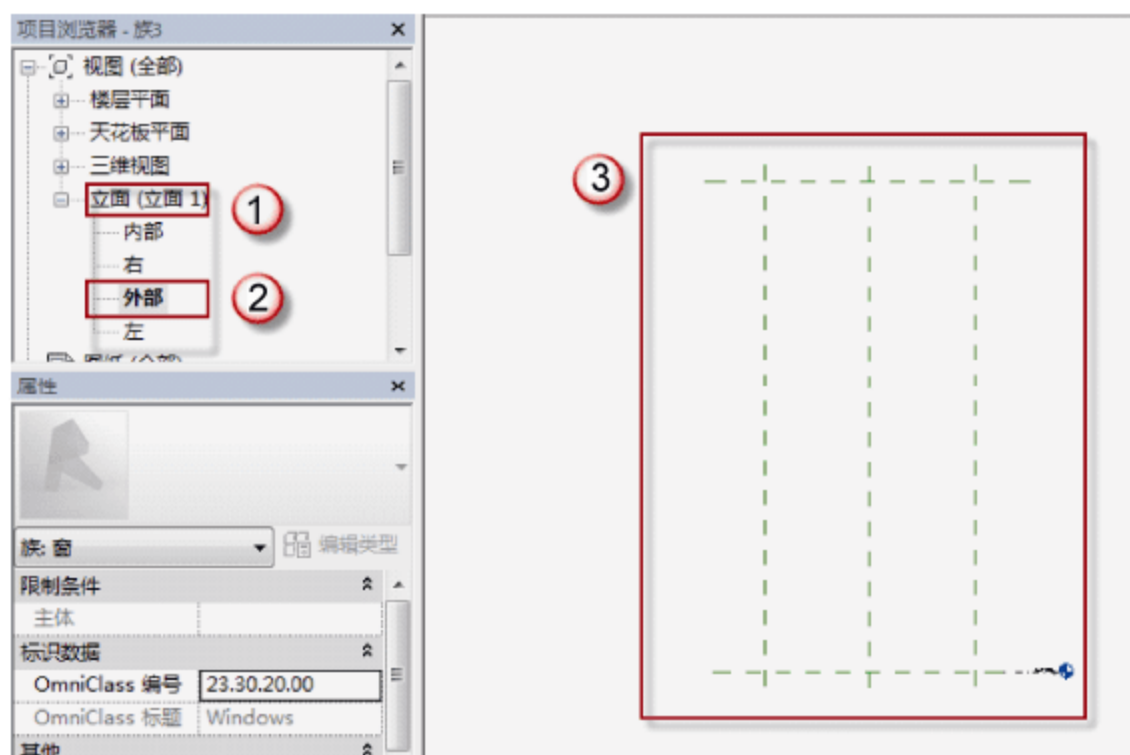

图 7.2.27 修改尺寸标注
(3) 修改幕墙的尺寸标注。选中“项目浏览器”中的“立面（立面 1）”→“外部”命令，可以进入 MQ7196 的外部立面视图，选择“顶部”的边线，单击其标注写入“9650”，选择左右边线中的任意一根，单击其标注写入“1600”，并将各边线延长相交，如图 7.2.27 所示。